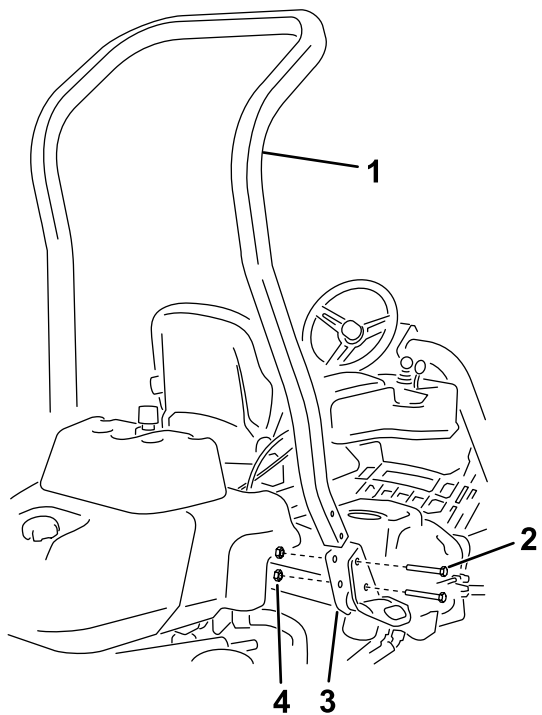

Figure 3
3. Utilisez 4 boulons (1/2" x 3/4") et 4 écrous à embase (1/2") pour fixer l'arceau de sécurité dans les supports du système ROPS de chaque côté de la machine, comme montré à la Figure 3.